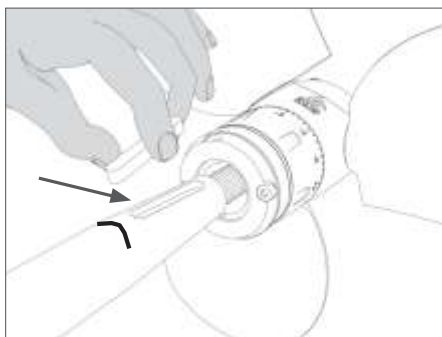

FIG. 12 Insertion de la clavette sur l'arbre
- Insérer la clavette sur l'arbre (**Fig. 12**).